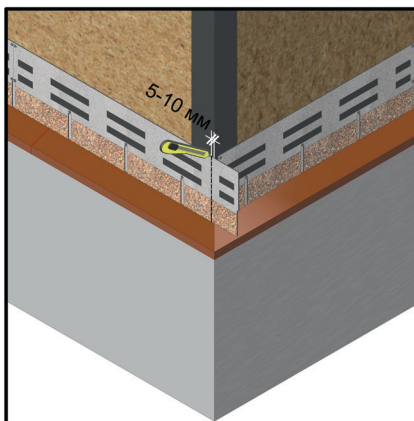

Рис. 14 Подрезка фасадной плитки к углам.
8.4.3 В случае отделки откосов фасадной плиткой, при подходе к внешним углам оконных проёмов торцы крайней в ряду плитки необходимо обрезать с отступом от края 5-10 мм (как на внешних углах, рис. 14).
8.4.7 Если глубина откоса превышает 100 мм, то оконный проём следует обрамлять при помощи внешнего угла (тип 2, таблица 2) или наличника (тип 4, таблица 2). При этом откос обшивается лепестками фасадной плитки. В данном случае при подходе к внешним углам откосов торцы крайней в ряду фасадной плитки необходимо обрезать с отступом от края 5-10 мм (как на внешних углах, рис. 14).